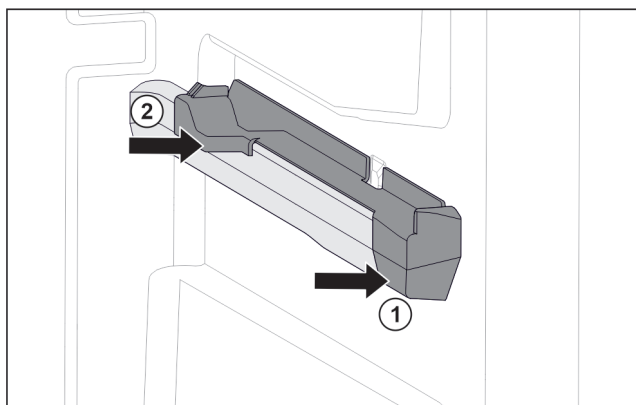

Fig. 132 Nasazovací díl na pravém žebrování na nádoby
- ▶ Nasadte nasazovací díl na žebrování na nádoby. Fig. 132 (1)
- ▶ Přitlačte nasazovací díl k zadní části. Fig. 132 (2)